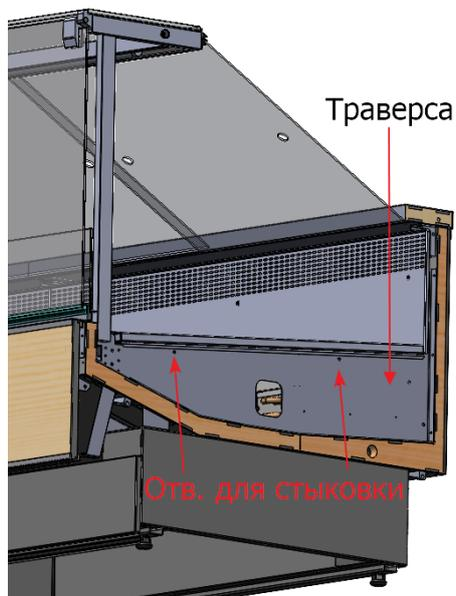

рис. 3
2. Установить плафоны светильников, прикрутив их к боковым стойкам на винты M6x10. К центральной стойке плафоны светильника монтируются с помощью муфт крепления плафона, винтов M6x10 и M6x16, рис. 2 и рис. 3.
- через отверстия в траверсах с помощью шпилек M6 и гаек с прессшайбой (рис. 3)